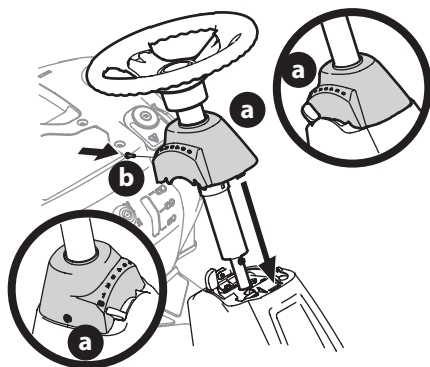

Figure 5
7. Glissez le couvercle (a) vers le bas sur la tondeuse à siège, puis tournez doucement le couvercle vers la droite pour le faire enclencher en place. Fixez le couvercle (a) en place avec la vis retirée (b) à l'étape précédente (Figure 5).